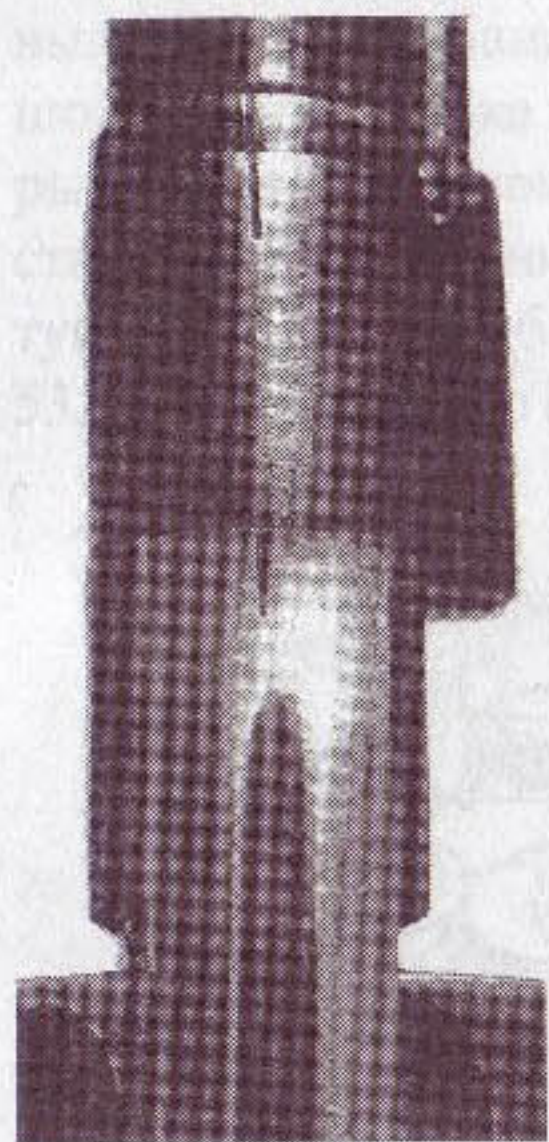
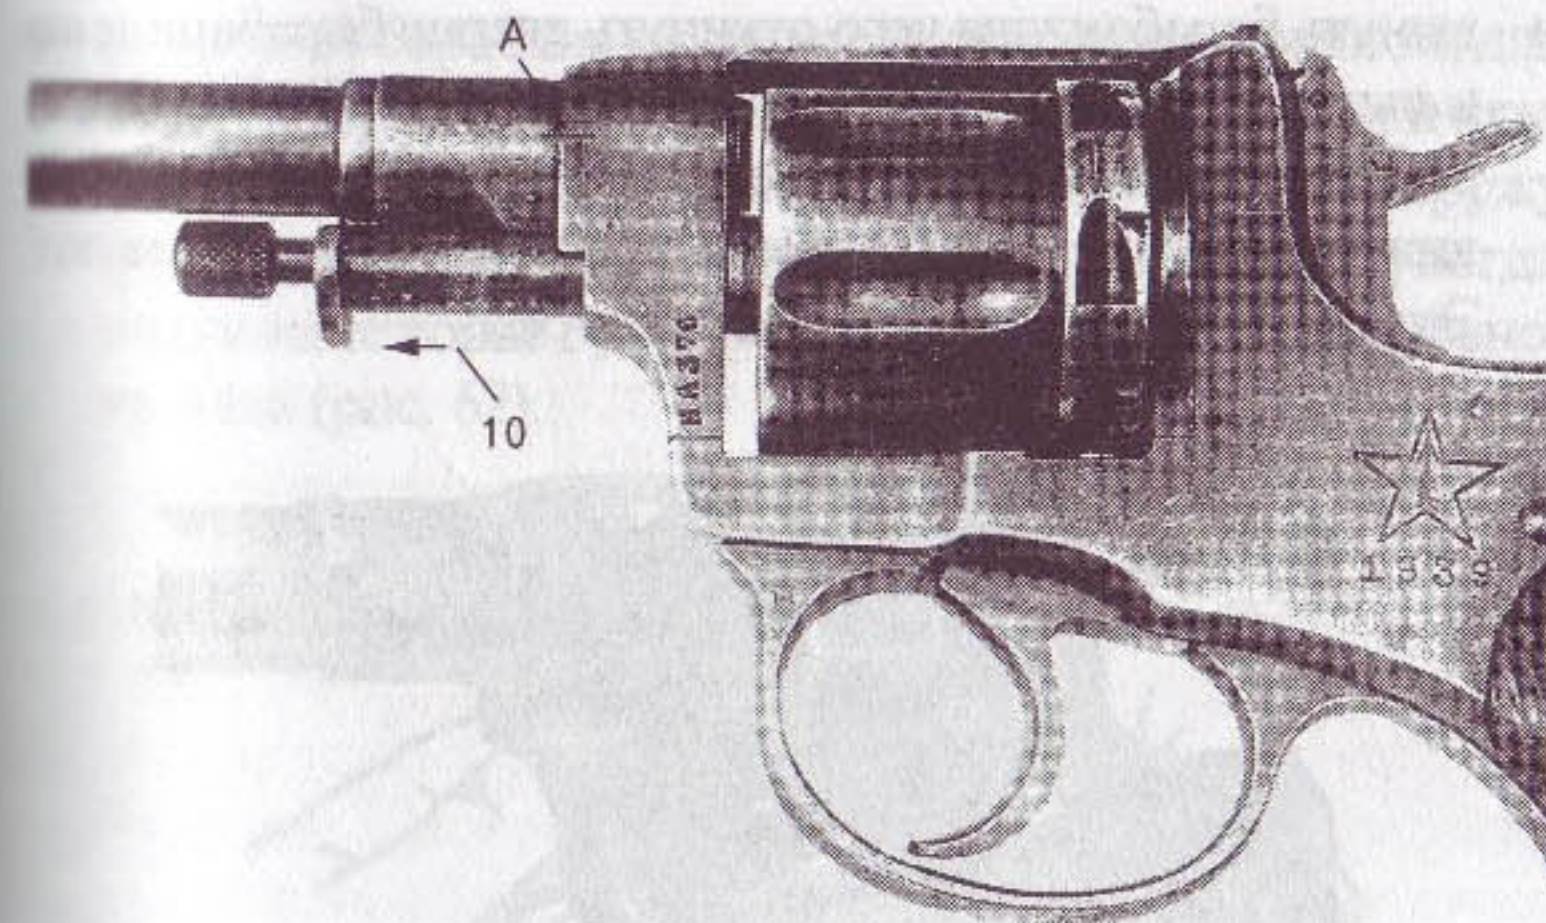

Рис. 55. Риски на верхней части ствола, шомпольной трубки и верхней части рамки
Рис. 57. При совпадении боковых рисок (А) на рамке и на шомпольной трубке можно извлечь ось барабана (10)
рабана не выпала и не потерялась при перезаряджании револьвера. Поэтому для извлечения оси барабана шомпольную трубку поворачивают так, чтобы риски на ней и на стволе совпали. Такие риски есть на верхней части ствола и на левой стороне ствола и шомпольной трубки (рис. 55, 56). При совпадении этих рисок можно вынуть ось барабана (рис. 57, 58).
*Внимание!* Риски на верхней части ствола, верхней части шомпольной трубки и на верхней части рамки (см. рис. 57) служат также для контроля самопроизвольного отвинчивания ствола, что случается на очень изношенных револьверах;